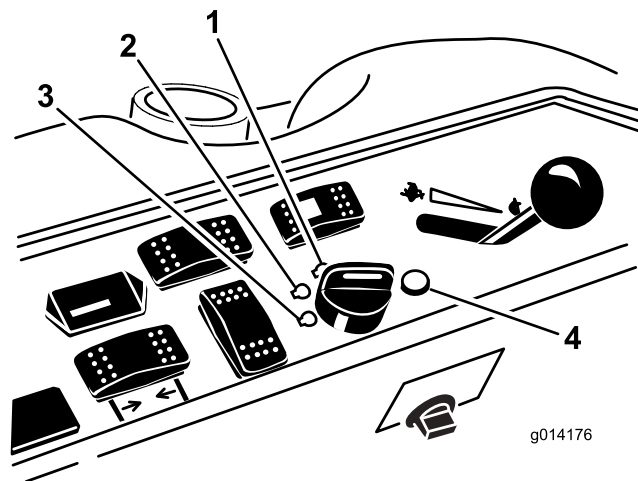

图20
6. 将点火钥匙顺时针旋转至运行位置 图20。
3. 将点火钥匙旋转至关闭位置 图20。在离开工作位置之前应等待所有活动部件都停下来。